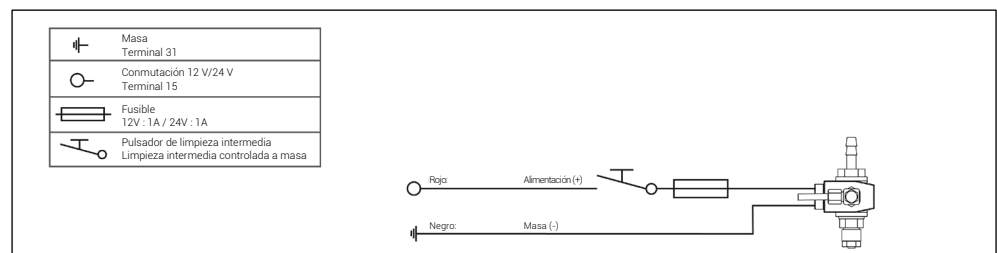

Fig. 62
Si hubiera una alimentación eléctrica conmutada y asegurada con fusible (borne 15) con una tensión suficiente (véase la Fig. 62 - Fig. 69), puede utilizarla.
- 40) Conecte el componente electrónico a la alimentación de tensión de la máquina (véase la Fig. 62 - Fig. 69).